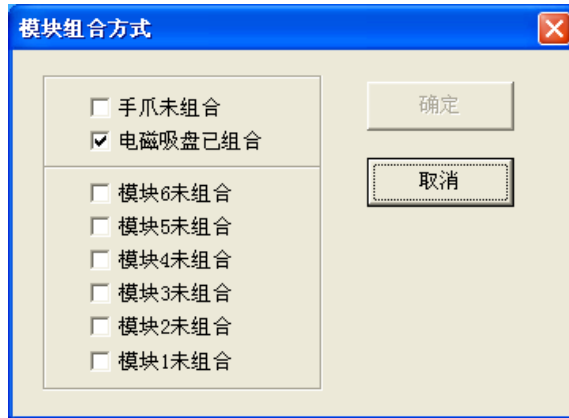

图 1-3 模块组合方式界面
4、在主界面中点击“模块组合方式”按钮，出现如图 1-3 所示界面：